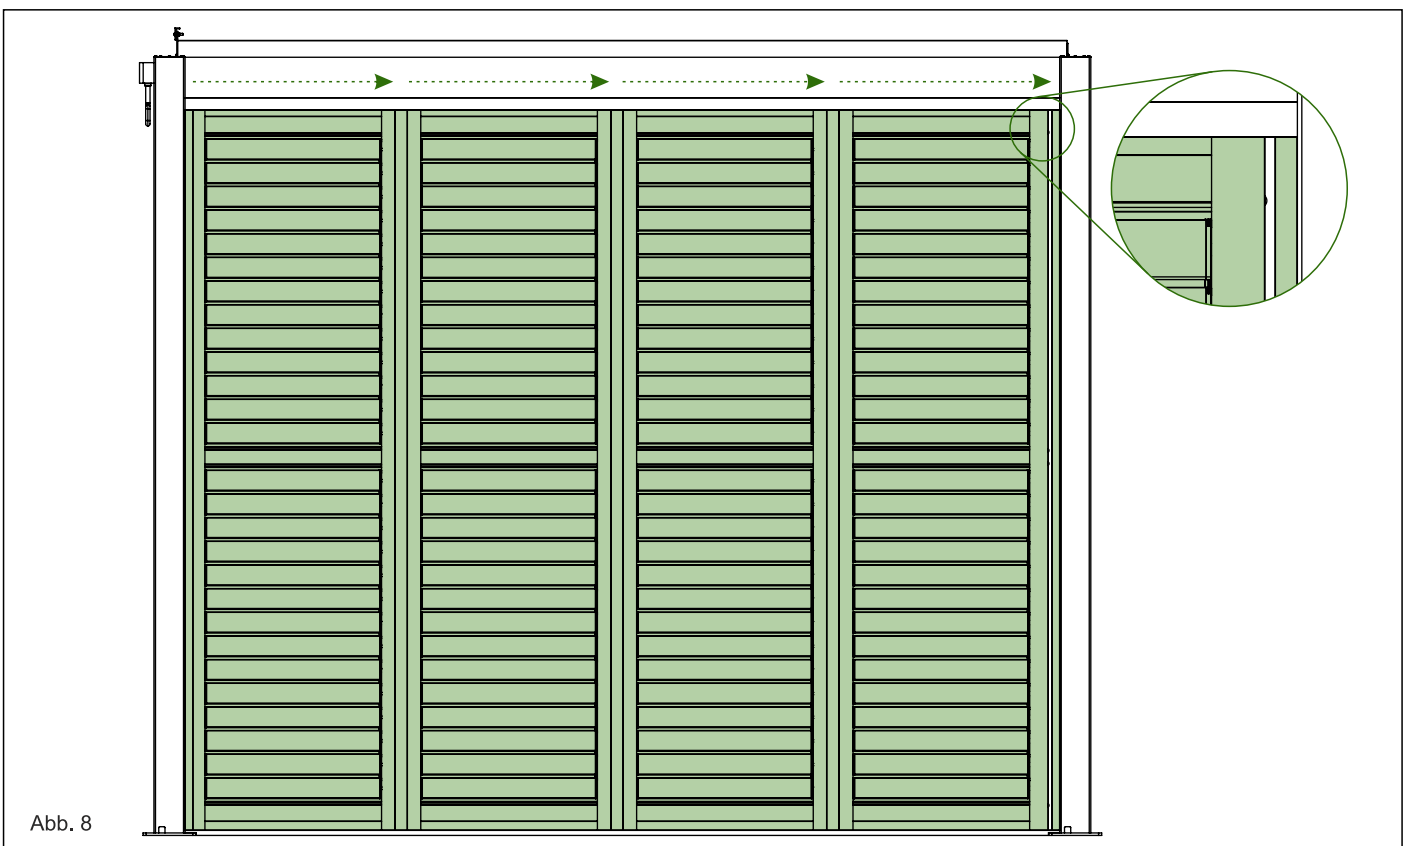

Abb. 8
6. Wiederholen Sie die Schritte 4 und 5 bis alle Lamellentüren sowie H-Profile platziert sind. Schieben Sie zum Schluss die Lamellentüren sowie die H-Profile gleichmäßig über die Länge der Lamellenwand bis kein Spalt mehr zu sehen ist. Siehe Abb. 8.